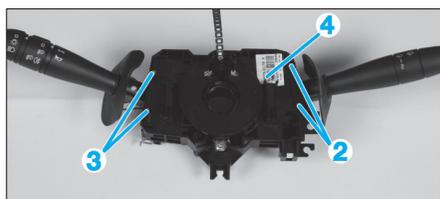

Fig. 6
- les vis de fixation des commandes d'essuyage (2) et d'éclairage (3) du contacteur spiralé (4) (Fig.6).